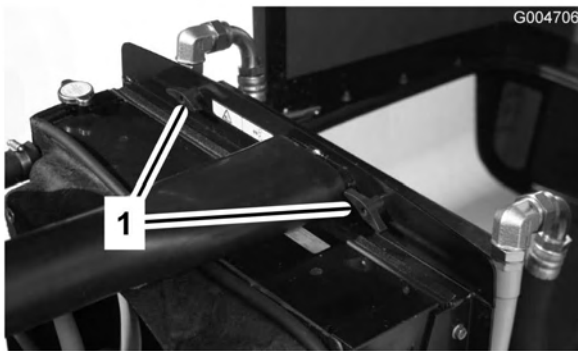

Bild 60
2. Entfernen Sie die Handräder (Bild 60), mit denen der Ölkühler am Rahmen befestigt ist.